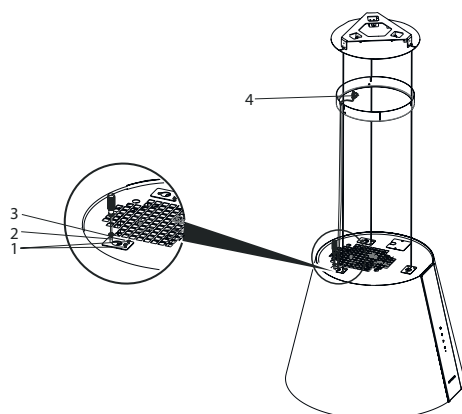

Fig. 9
1. ➔ Placér nu monteringsbeslagene oven på emhætten og skru dem fast på de bestemte positioner med 3,5 x 9,5 skruer og M5 x 15 skrue (Fig. 9).
2. ➔ Strømkablet skal føres op og igennem hullet på låget til loft-beslaget (Fig. 9).